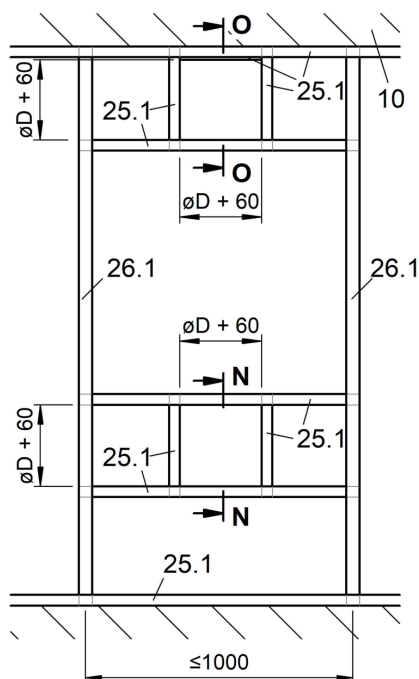

Abbildung 61: Metallständerwerk mit erforderlichen Auswechslungen (Schachtwand) für Nasseinbau (BRS 100 bis  $\leq 250$ )
- Metallständerwerk und Wand gemäß den Angaben des Wandherstellers herstellen und Auswechslungen entsprechend der Abbildung 61 vorsehen.
- Metallständerwerk und Wand gemäß den Angaben des Wandherstellers herstellen und Auswechslungen entsprechend der Abbildung 61 vorsehen (Montage wandeigenes UW-Profil (Pos. 25.1) an der Decke und Anbringung des für den umlaufenden Metallprofilrahmen notwendigen UW-Profils im Deckenbereich).